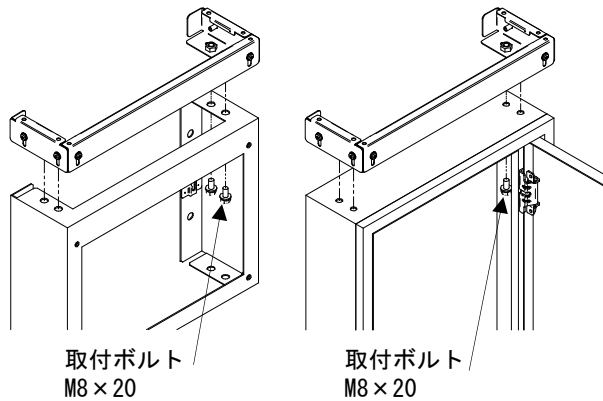

図1 BDS-Bへの取付 図2 キャビネットへの取付
- ・付属の取付ボルトM8×20を使用して確実に固定してください。(図1)